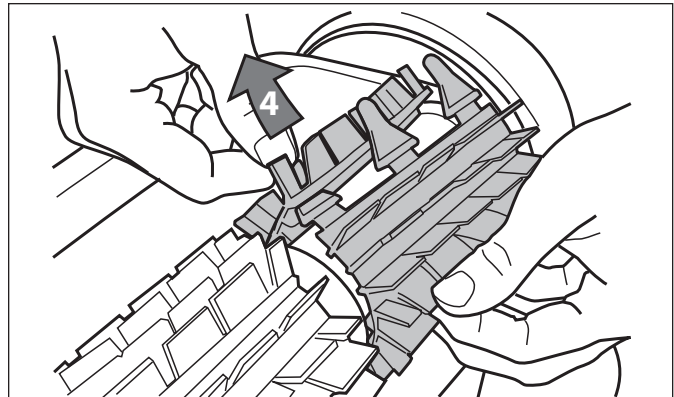

Figure 30. Insérer les pinces de fixation dans chaque fente
4. Fileter doucement chaque onglet à travers la fente fournie, de manière à ce que le talon sorte sur l'autre côté de l'ouverture. Se référer à la Figure 30.